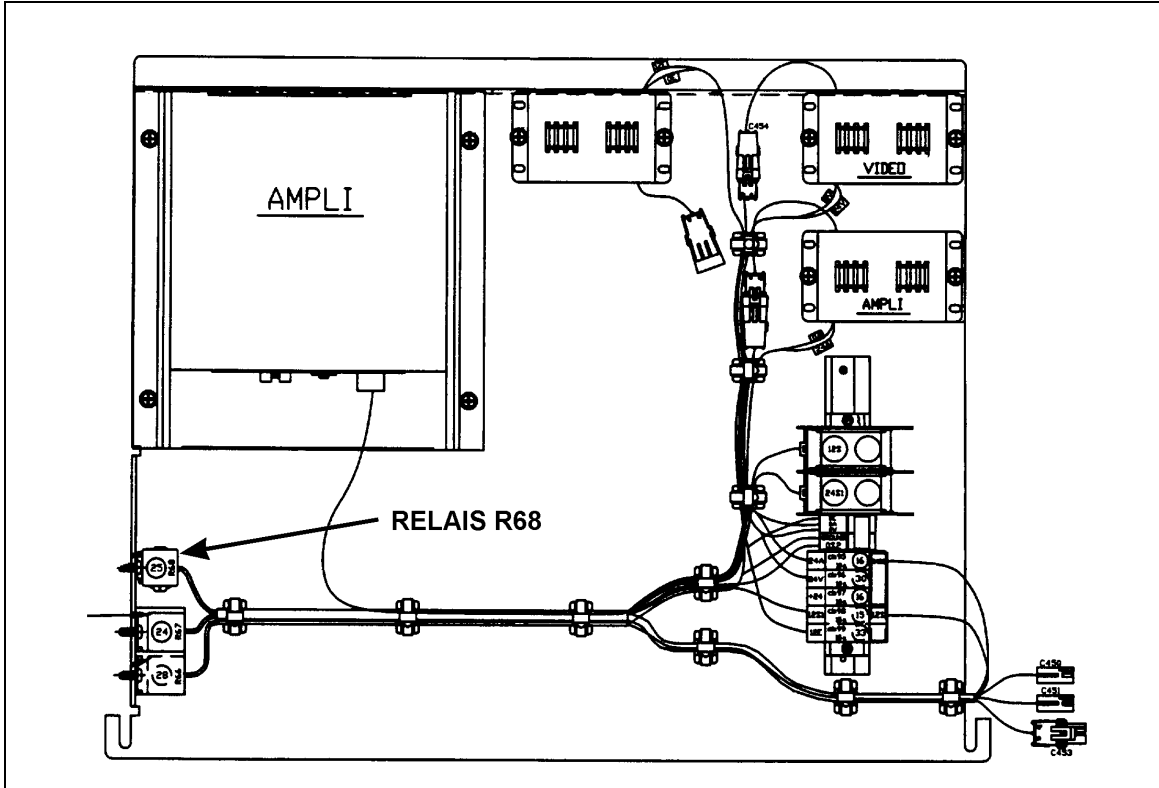

FIGURE 2 : EMPLACEMENT DU RELAIS R68
4. Repérer le relais R68 situé à gauche du panneau (voir la figure 2). Déconnecter le câblage et dévisser la vis de fixation. Retirer le relais.